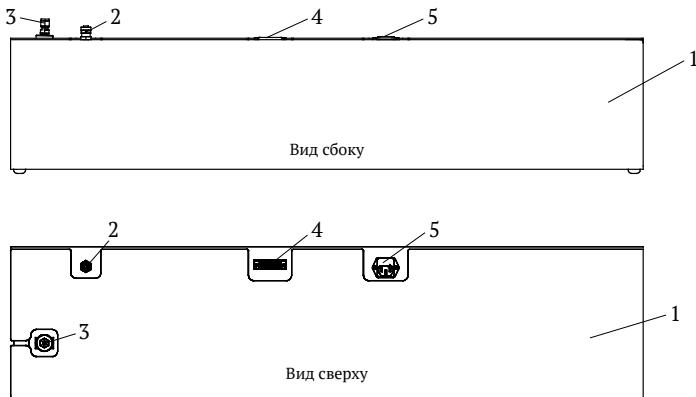

Рис. 3. Внешний вид блока силового:
4.3 Внешний вид силового блока показан на рис. 3.
4.8 Силовой блок состоит из корпуса 1 (Рис. 3), внутри которого расположена штоковая насос приводимый в движение электродвигате-